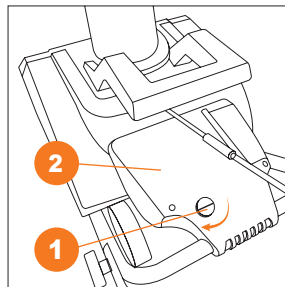

Рис. 13
1. Установите ключ запуска **1** в специальное отверстие, расположенное на корпусе двигателя снегоуборщика **2** и переведите его в положение I (ВКЛ.) (Рис. 13).